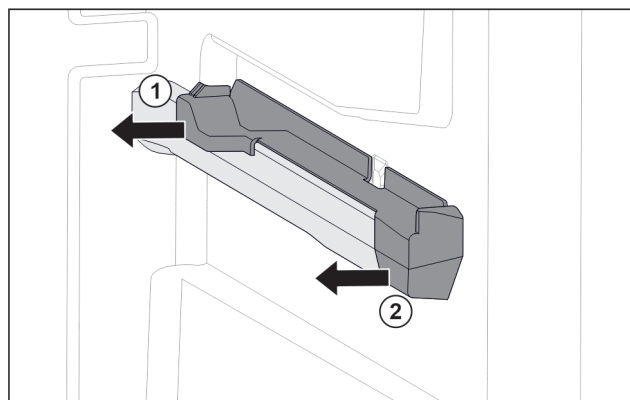

Fig. 50 Aufsteckteil auf der rechten Behälterrippe
- Aufsteckteil hinten zur Seite abziehen. Fig. 50 (1)
- Aufsteckteil vorne zur Seite abziehen. Fig. 50 (2)